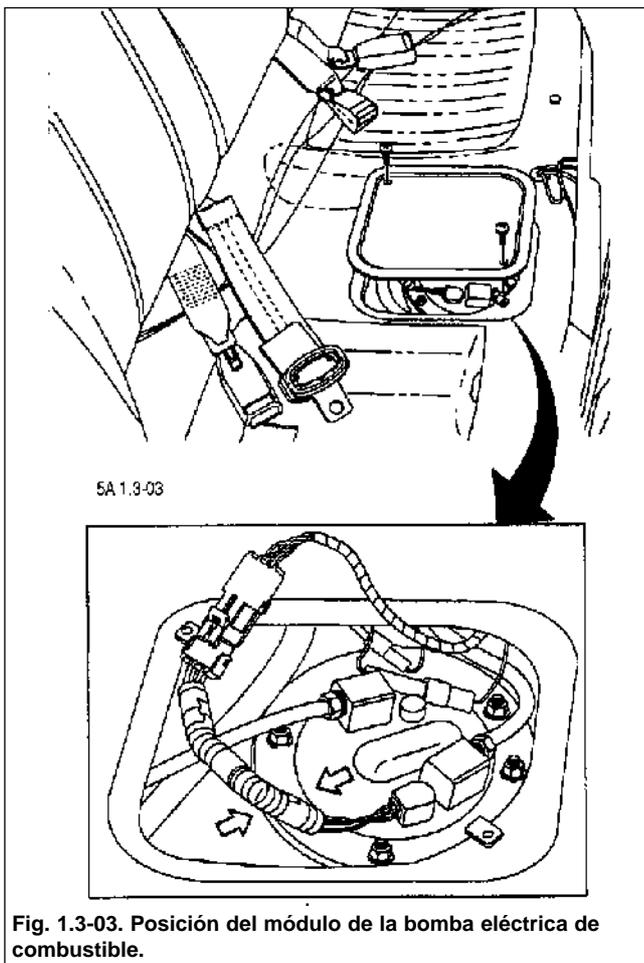

Fig. 1.3-03. Posición del módulo de la bomba eléctrica de combustible.
2. Separar los cables de la bomba de combustible (véase fig. 1.3-03).
2. Desmontar la portilla de la bomba de combustible (fig. 1.3-03) y separar los cables.